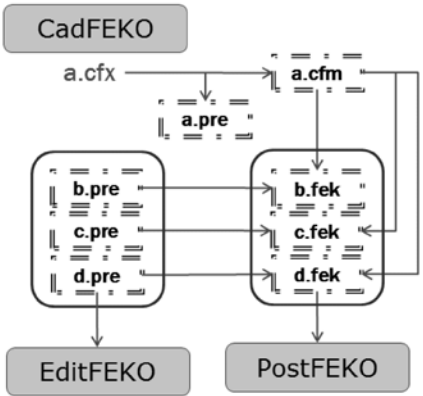

图 3-9 多个脚本调用同一个模型
- 建议在 EDITFEKO 中, 把打开的\*.pre 文件另存为\*\_XXX.pre 文件，在 EDITFEKO 中直接提交 FEKO 计算，进入 POSTFEKO。这里的含义相当于共用一个模型（调用相同的 cfm）实现不同计算目标的多个工程，如图 3-9 所示。